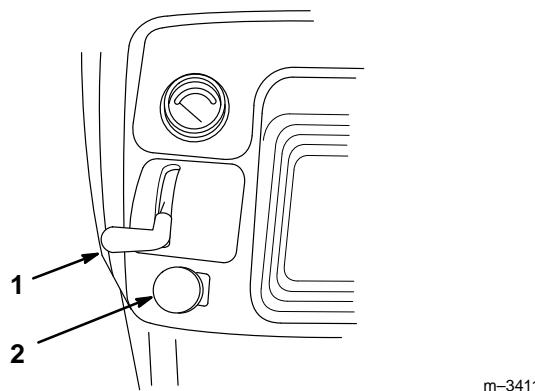

Figure 14
3. Pousser le bouton de prise de force (PdF) en position d'arrêt (OFF) (Fig. 14).
4. Mettre la manette des gaz en position LENT (Fig. 14).
1. Mettre la manette des gaz en position LENT (Fig. 14).